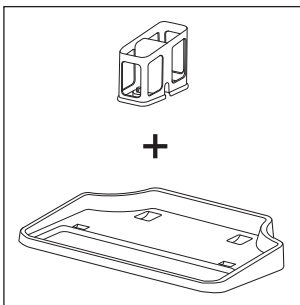
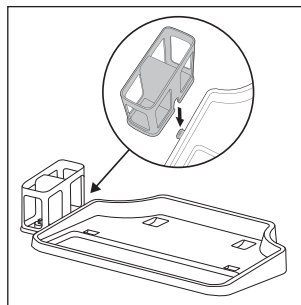

Abb. 4
Abb. 5
- ◆ Die Park- und Reinigungsstation besteht aus einer Abstellschale **4** und einem Bürstenrollenhalter **5** (siehe Abb. 4). Um die Park- und Reinigungsstation zu montieren, schieben Sie den Bürstenrollenhalter **5** seitlich in die Öffnung an der Abstellschale **4**. Schieben Sie den Bürstenrollenhalter **5** nach unten, bis dieser hörbar in der Öffnung einrastet und fest an der Abstellschale **4** sitzt (siehe Abb. 5).